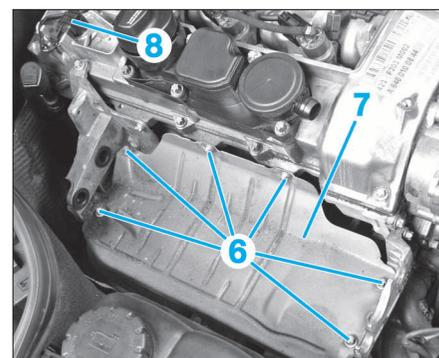

FIG. 23
- Désaccoupler les durits (4) et (5).
- les fixations (6) de la tôle calorifuge (7) (Fig.23).
- la tôle calorifuge (7).